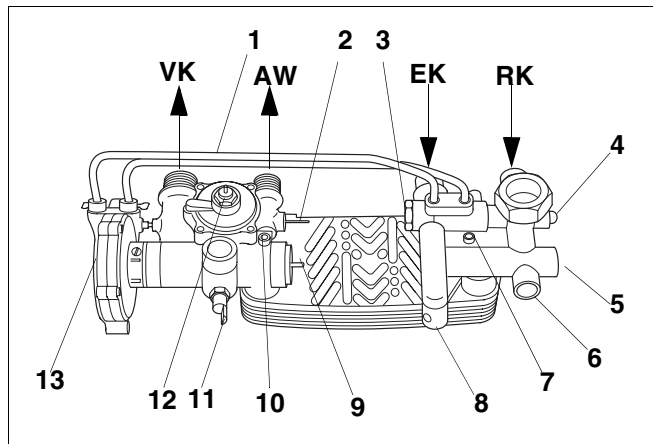

Рис. 25 Гидравлический блок комбинированного устройства
- Отвернуть крепежные винты теплообменника горячего водоснабжения (рис. 25, поз. 7 и 10) и вытянуть вниз теплообменник горячего водоснабжения.
- Выкрутить сетку очистки холодной воды (рис. 25, поз. 3) с помощью обычного гаечного ключа (SW 24).
Легенда к рис. 25: